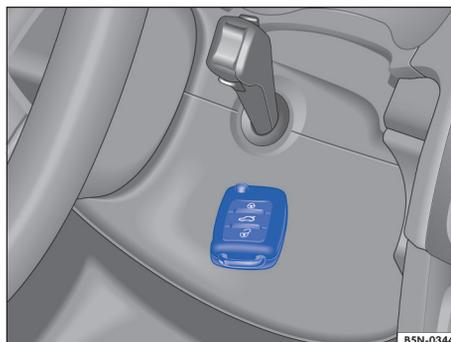

Fig. 117 Función de arranque de emergencia con el sistema Keyless-Access.
- Inmediatamente después de presionar el pulsador de arranque, mantenga la llave del vehículo junto al lado derecho de la columna de la dirección ⇒ fig. 117.